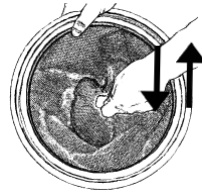

Abb. 23
2. Entfernen Sie den Filter noch nicht aus dem Behälter! Schütteln Sie den Filter stattdessen leicht im Behälter, sodass lockerer Staub vom Filter in den Behälter fallen kann. Ziehen Sie dazu am Band des Filters, damit sich der Filter auf- und abbewegt wie in Abb. 23.